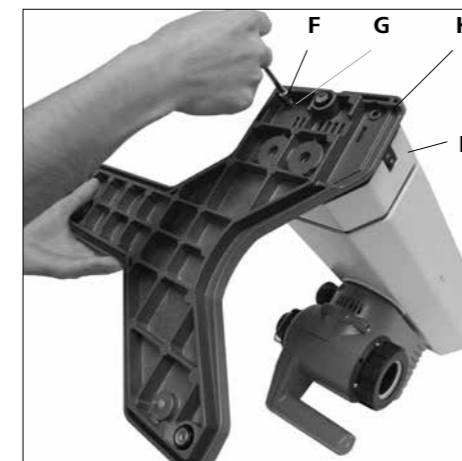

Fig. 7
1.) Monter la base de la levée. (Fig. 7)
- Utilisez les vis cylindriques M6x25 (F) (4x) et la rondelle striée M6 (G) (4x) pour monter le socle (H) avec le dispositif de levage (I) une fois l'ensemble déballé. (Fig. 7)